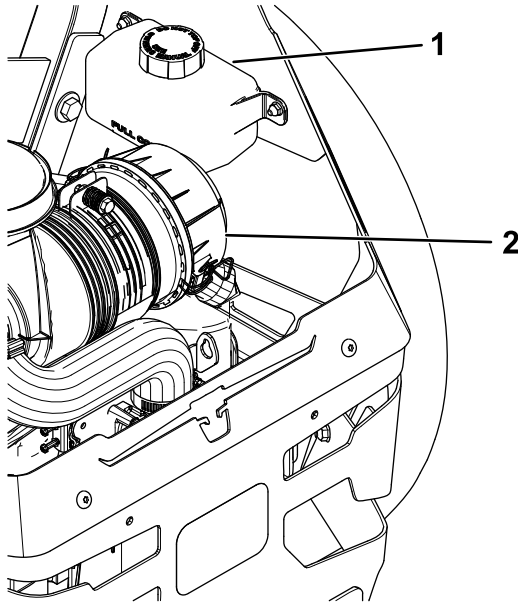

Figure 85
2. Vérifiez le niveau dans le vase d'expansion et faites l'appoint d'huile Toro® HYPR-OIL™ 500 au besoin pour faire monter le niveau jusqu'au repère maximum à froid (FULL COLD) (Figure 85).